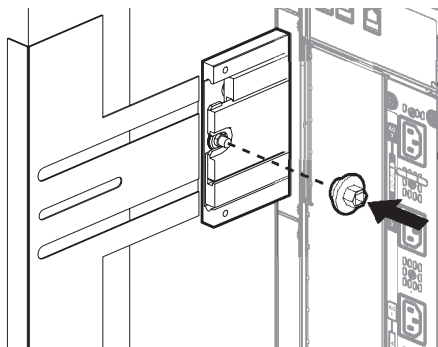

图 1-15 固定后部滑轨锁紧螺母
1. 将锁紧螺母固定到滑轨部件后部的螺柱上（图 1-15）。